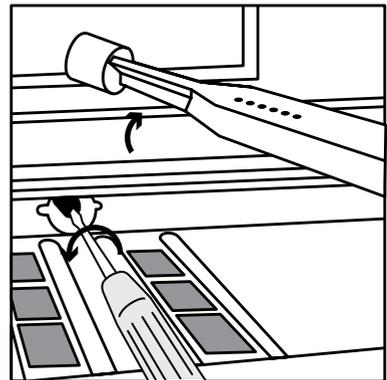

Рис. 9
- специальным торцевым ключом для жиклеров или 7 мм торцевым ключом (рис. 9) отвинтите жиклер горелки духовки и замените его подходящим для нового типа газа (см. табл. 1). Будьте внимательны, чтобы не повредить провода свечи розжига и термопары;